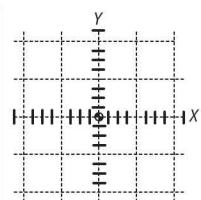

Figura 1-35 Use uma folha de papel para gráfico para criar uma grade de programa como esta.
7. Em uma folha de papel para gráficos em polegadas, desenhe um gráfico semelhante ao mostrado na Figura 1-35 e, em seguida, trace esses pontos e classifique-os em ordem. Então, ligue os pontos para chegar a uma forma familiar. Todas as linhas serão retas. Algumas podem ser diagonais na página.